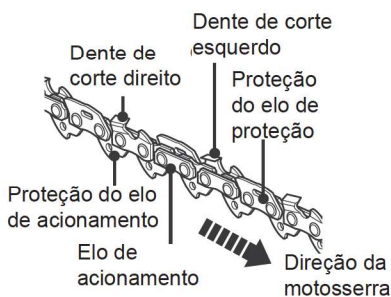

Fig. 50
- > Recorra a um centro de assistência autorizado para afiar a sua corrente (3) ou afie-a com um kit de afiação adequado. Respeite as instruções de afiação fornecidas com o kit de afiação.
- > A diferença entre a altura do dente de corte e o talão do limitador de profundidade determina a espessura de corte da motosserra. No processo de afiação da corrente (3), deverá considerar os seguintes aspetos (Fig. 50).